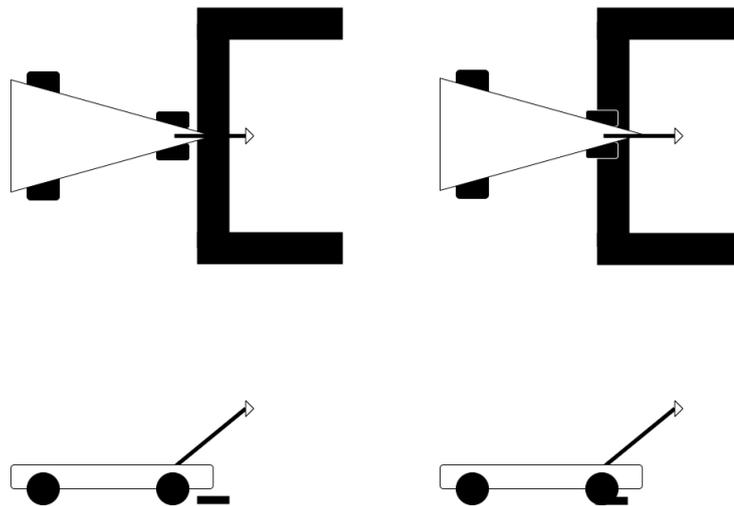

Figura 1: Posição válida (esquerda) e inválida (direita) dos robôs na linha de partida
- b) No arranque, nenhuma parte do robô poderá ultrapassar a linha transversal que assinala o início da pista, exceto o sensor usado para deteção da mudança do semáforo, como se ilustra na Figura 1 (vista de topo em cima e vista lateral em baixo).